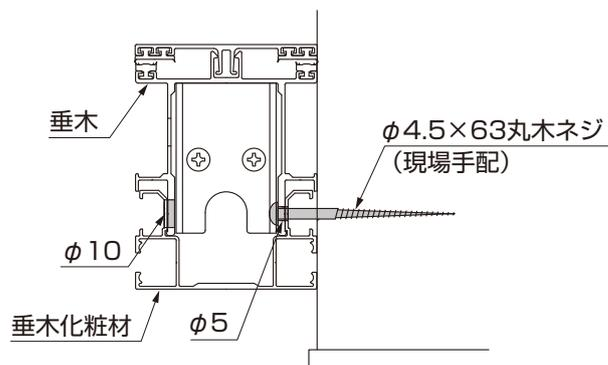

図18-2 [1-B] の場合
②妻垂木化粧材を妻側垂木に【11-1】で取付けてください。
③ [1-B] の場合の取付けで、垂木をバルコニーの側面に取付ける箇所は、垂木と垂木化粧材にφ10、φ5の穴をあけて、バルコニーに「φ4.5×63丸木ネジ」で垂木化粧材と同時に取付けてください。(図18-2参照)